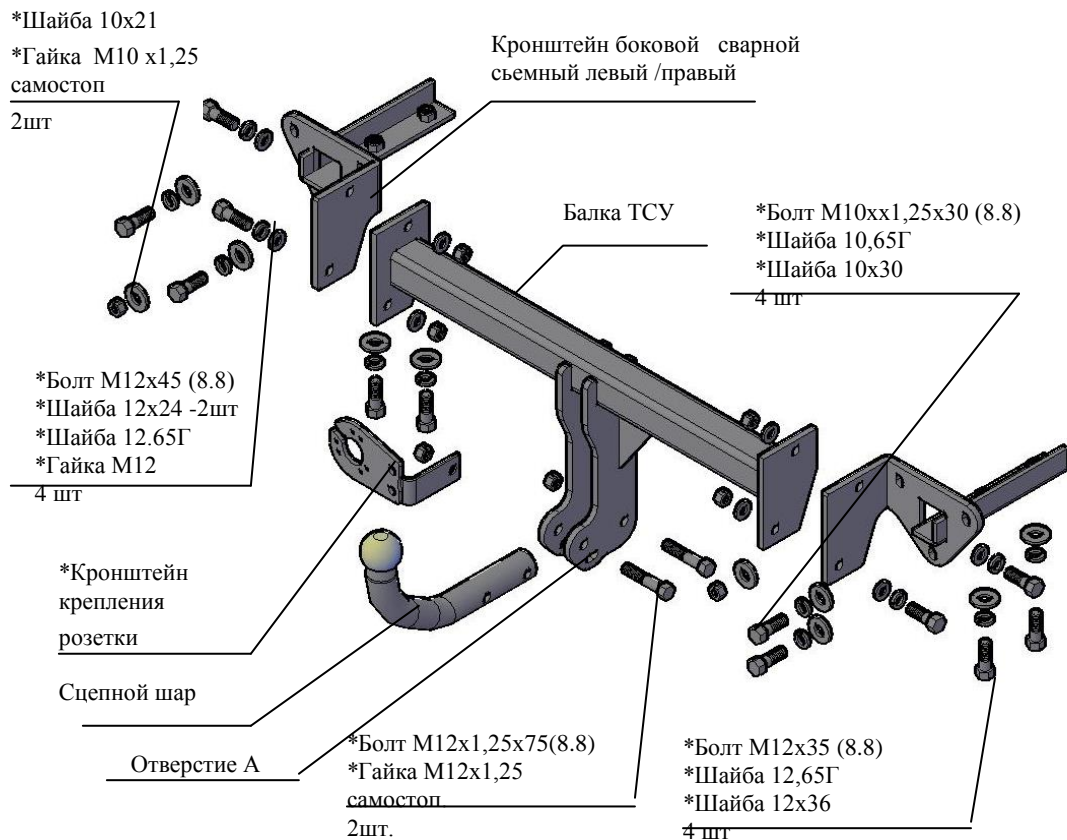

Рис.1 Тягово-сцепное устройство 8510 .
| 2.1 ТСУ 8510. в сборе (рис.1)                         | 1 шт. |
| 2.2 Пакет с комплектующими (см. рис.1)                | 1 шт. |
4.2 Установить боковые сварные съемные кронштейны в лонжероны а/м (правый и левый соответственно рис.1), закрепить болтами М12х35, подложив под головки болтов шайбы 12.65Г и шайбы 12х36, к фартуку а/м закрепить болтами М10х1,25х30 (используя штатные приварные гайки), подложив под головки болтов шайбы 10.65Г и шайбы 10х30, к штатным болтам крепить гайками М10х1,25 самостоп, подложив шайбы 10х21. Крепеж не затягивать.